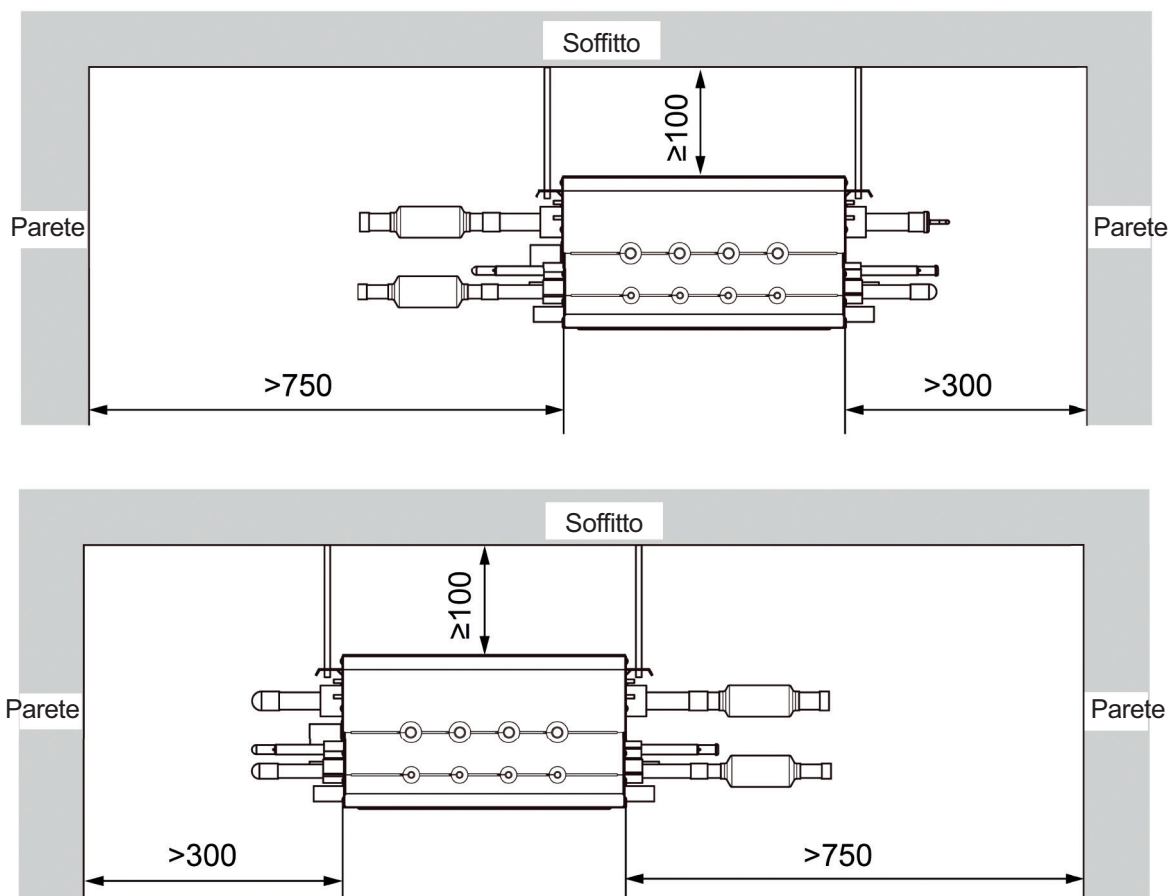

Fig. 3.2.1
- (1) Poiché c'è rumore durante il funzionamento, l'Unità deve essere installata in luoghi in cui il rumore non influirà sulla vita quotidiana, come la sala apparecchiature o il corridoio. Non installare l'Unità nella stanza di lavoro o di riposo o in altri luoghi in cui il rumore possa influenzare il lavoro o il riposo, come camera da letto, sala riunioni, corridoio, ecc.
- (2) Evitare luoghi in cui possono entrare acqua piovana, aria umida o gas corrosivo, altrimenti ciò può causare danni all'Unità o scosse elettriche.
- (3) Assicurarsi che le parti sospese siano in grado di sopportare il peso dell'Unità.
- (4) L'acqua deve poter essere scaricata comodamente dal tubo di scarico.
- (5) Collegare il lato sinistro o destro del convertitore all'Unità Esterna per le tubazioni in base allo spazio di installazione, come mostrato nella Fig. 3.2.1.; deve essere garantito lo spazio utilizzato per la manutenzione.
- (6) L'Unità deve essere tenuta lontana da posizioni in cui sono presenti fonti di calore, gas infiammabili e smog.
- (7) L'Unità è di tipo Cassetta (di tipo a scomparsa).
- (8) Il cavo di alimentazione dell'Unità Interna, dell'Unità Esterna e del Ripartitore di flusso deve essere tenuto ad 1 metro di distanza dalla televisione e dalla radio, per evitare interferenze grafiche e rumori (anche se la distanza è di 1 metro, in caso di forti onde elettriche, possono comunque verificarsi interferenze).